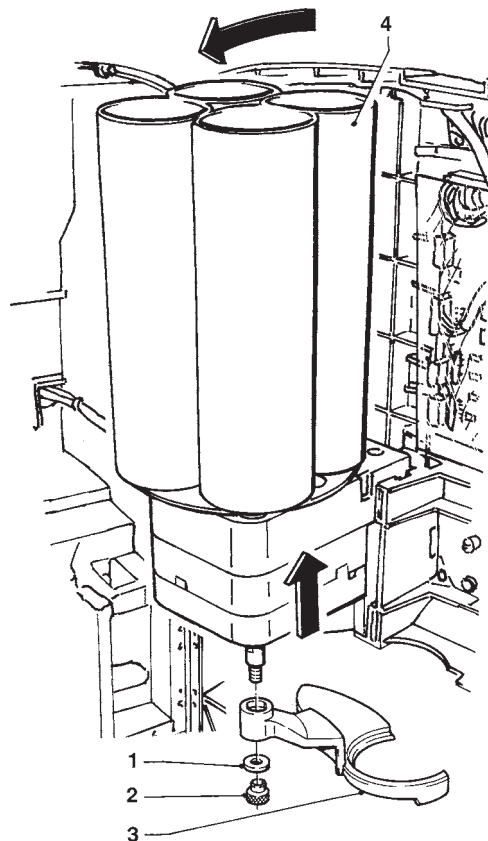

Fig. 6
- levantar apenas el distribuidor de vasos y reclinarlo (ver la Fig. 6);
Periódicamente es necesario limpiar el brazo de traslación desmontándolo del aparato. Para el desmontaje desenroscar completamente el moleteado de fijación (ver la Fig. 6).